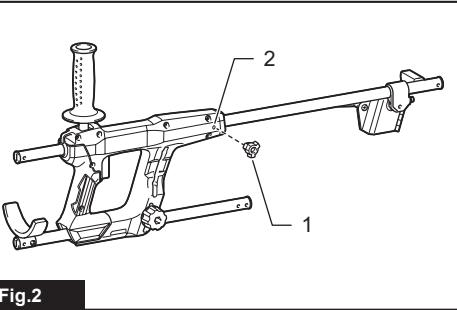

Fig.2
► Fig.2: 1. Clamping screw 2. Hole
► Fig.2: 1. Parafuso de fixação 2. Furo